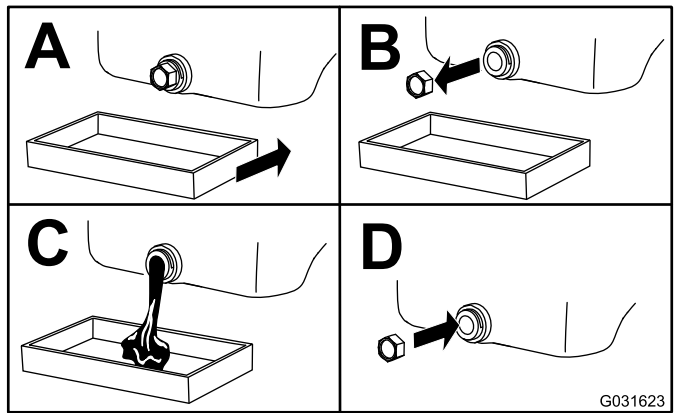

Bild 38
4. Wechseln Sie das Motoröl wie in Bild 38 gezeigt.